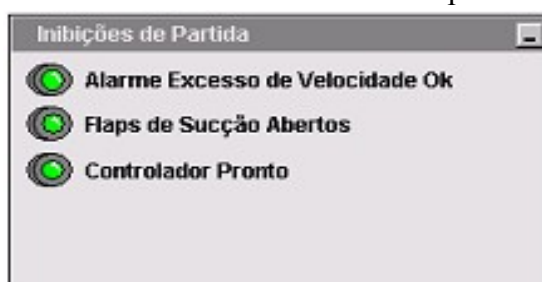

Figura 1.150. Visualização das inibições
- **Inibições:** ao clicar sobre este botão abre-se a janela que possibilita a visualização das inibições de partida. Caso alguma das inibições esteja ativa, o motor não poderá partir e tanto o botão quanto às lâmpadas indicativas sinalizarão isto mudando de verde para vermelho. **Figura 1.150.**